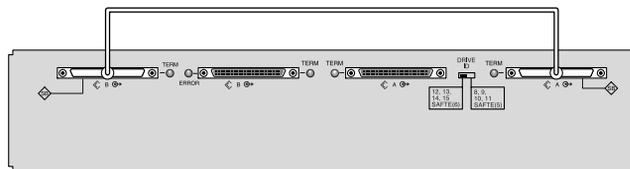
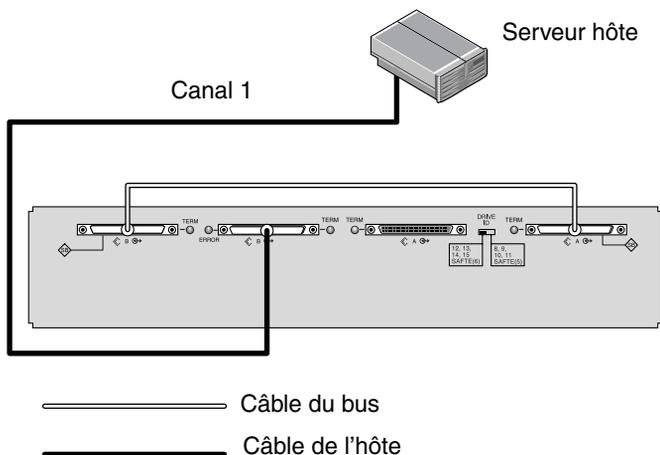
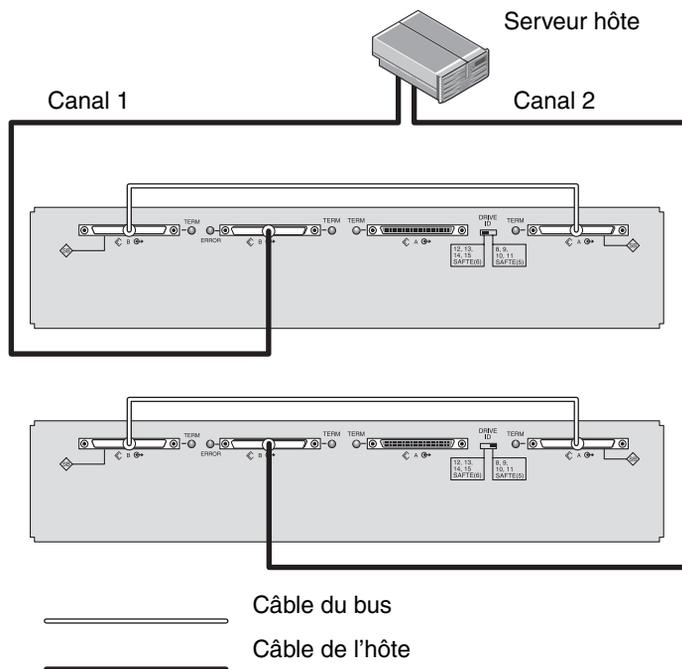

FIGURE 4-8 Câblage d'une unité JBOD monobus
FIGURE 4-9 Unité JBOD reliée directement à un hôte (monobus)
FIGURE 4-10 Unités JBOD reliées directement à un hôte (monobus)
2. Reliez la baie JBOD à un serveur hôte à l'aide de câbles SCSI, comme illustré dans les FIGURE 4-8, FIGURE 4-9 ou FIGURE 4-10.
Dans la FIGURE 4-9, le serveur hôte est relié au port de sortie B. Le tableau suivant indique les ID d'unités concernant la FIGURE 4-9.
Dans la FIGURE 4-10, le serveur hôte est relié au port de sortie B. Le tableau suivant indique les ID d'unités concernant la FIGURE 4-10.